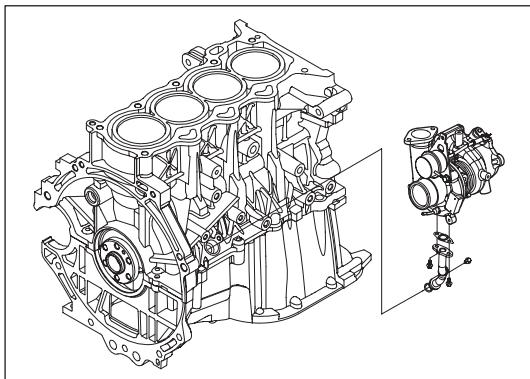

Рис. 7-2-6. Установка отводящей масляной трубы турбонагнетателя
- (4) Установить отводящую масляную трубку турбонагнетателя и круглые резиновые прокладки на корпус блока цилиндров с помощью одного фланцевого болта M6×16, как показано на рис. 7-2-6.